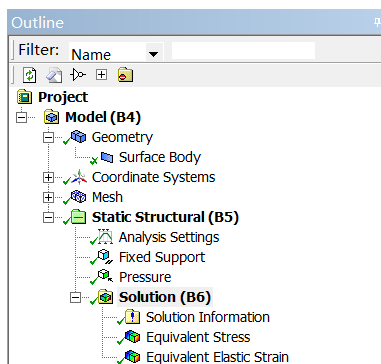

图 6-60 求解完成的设计树
- 步骤 04** 同步步骤 01，在 Outline（分析树）中的“Solution（B6）”选项上右击，在弹出的快捷菜单中选择 ⚡ “Solve”（求解）命令，此时会弹出进度显示条，表示正在求解，当求解完成后进度条自动消失，求解后的设计树如图 6-60 所示。